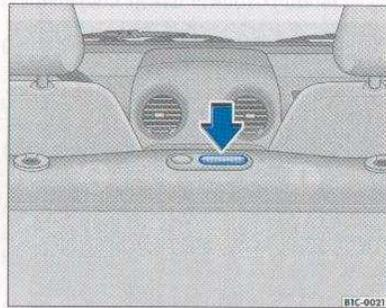

Fig. 41 Asiento trasero: desbloqueo del respaldo
- Si el respaldo es corrido, pulse la palanca o la tecla de desbloqueo ⇒ fig. 41 -flecha-, dependiendo de la versión del modelo, y eche el respaldo hacia delante.